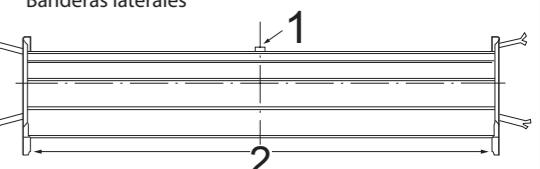
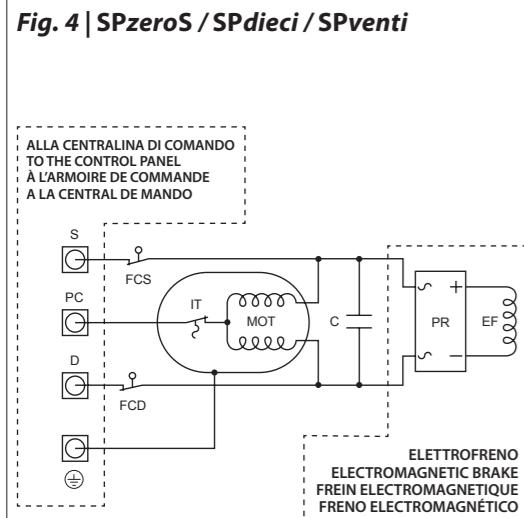

Fig. 4 | SPzeroS / SPdieci / SPventi
Fig. 5 | SPventuno
Schema elettrico del motoriduttore **SPzero**, **SPdieci**, **SPventi** (fig. 4) e **SPventuno** (fig. 5).
- SPzero**, **SPdieci**, **SPventi** (fig. 4) and **SPventuno** (fig. 5) wiring diagram.
Schéma électrique du motoreducteur **SPzero**, **SPdieci**, **SPventi** (fig. 4) et **SPventuno** (fig. 5).